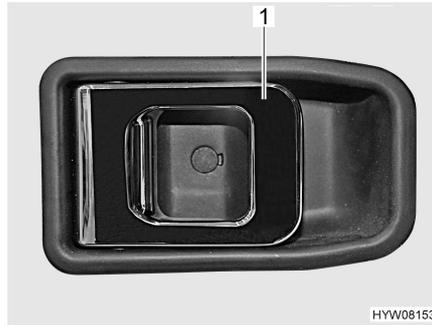

Fig. 17 Serrure de la porte (porte chauffeur, à l'intérieur)
- Tirer sur la poignée (Fig. 17,1). La serrure de la porte est déverrouillée.
- Appuyer sur la poignée (Fig. 17,1) dans sa coquille. La serrure de la porte est verrouillée.